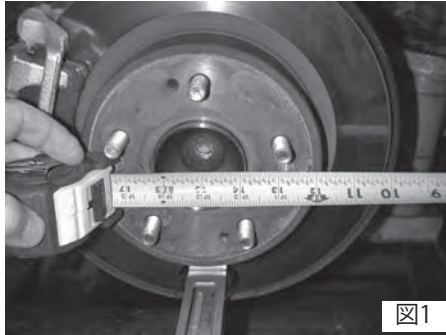

図1
4. 巻尺を使って外側のアクスルシャフトの中心からフェンダーリップの前部までの距離を測定します。この長さを記録します。(図1)